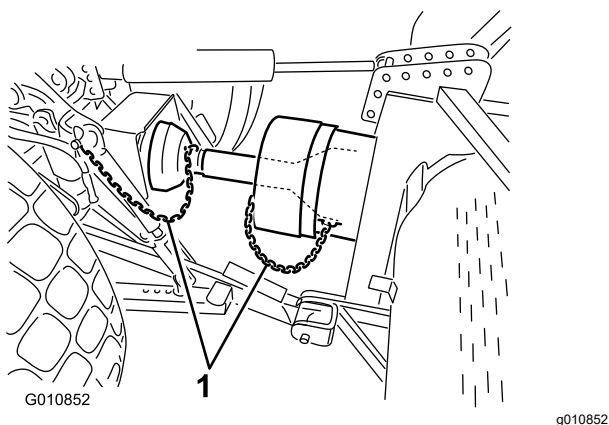

Рисунок 25
6. Подсоедините к кожуху ВОМ и кронштейну тягового блока предохранительные цепи кожуха (Рисунок 25). Убедитесь, что цепь не натягивается при подъеме и опускании аэратора.